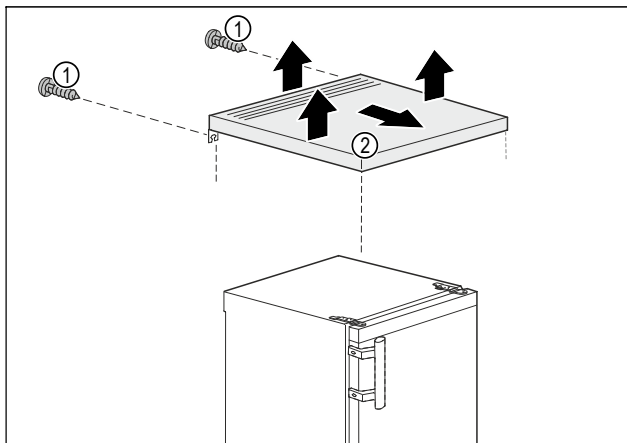

Fig. 3
- Távolítsa el a csavarokat Fig. 3 (1) a hátoldalon.
- Emelje meg az asztallap Fig. 3 (2) hátulját.
- Tolja előre az asztallapot Fig. 3 (2).
- Vegye le felfelé az asztallapot Fig. 3 (2).
- Levette az asztallapot Fig. 3 (2).